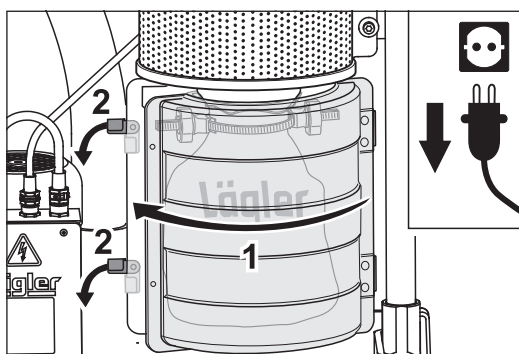

Abb. 54 Den Deckel am Staubbeutelbehälter zuklappen (1) und die beiden Verschlüsse nach unten drehen (2).
- 10 Klappen Sie den Deckel am Staubbeutelbehälter zu (Abb. 54, 1) und drehen Sie die beiden Verschlüsse wieder nach unten (Abb. 54, 2).